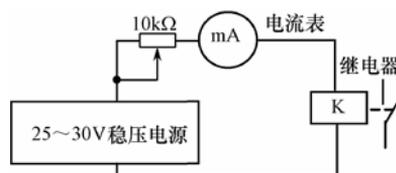

图 2.5.1 电磁式继电器测试电路
(4) 估测吸合电流和释放电流：测试电路如图 2.5.1 所示。